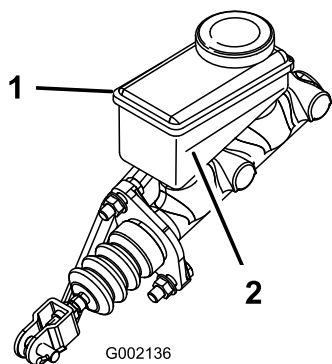

Figura 62
5. Observe o nível do fluido na parte lateral do reservatório (Figura 62).
- Adicione fluido dos travões DOT 3 ao reservatório até o nível do fluido estar acima da linha de mínimo (Figura 62).